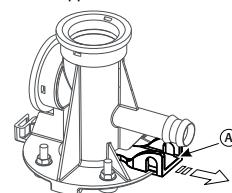

Рис. 9.e
- включите механическое устройство под Цилиндра (см. часть A, Рис. 9.e).